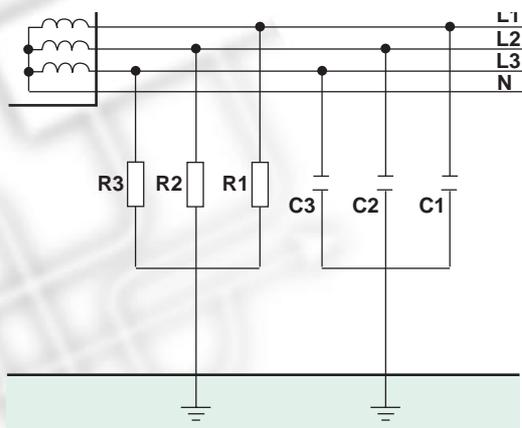

Fig. 2.7.
En funcionamiento normal (sin fallos de aislamiento), la red se conecta a tierra a través de la impedancia de fuga de la red (**fig. 2.7**). Para un cable trifásico, por ejemplo, esta impedancia se caracteriza por los siguientes valores típicos de capacidad (C) y resistencia (R) de aislamiento: